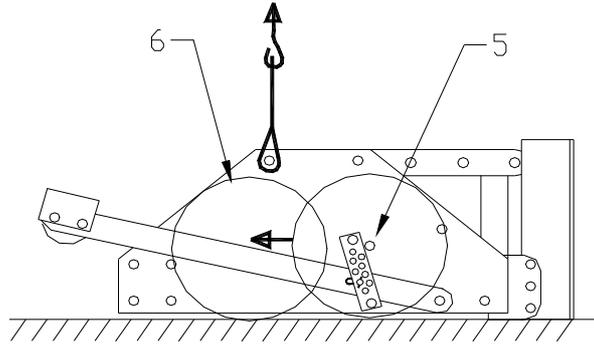

Fig. 2.
4. Placez la machine horizontalement sur un sol plat, comme indiqué dans la fig. 2.
La figure 2 représente quelques éléments importantes du MULTI-SPIKE